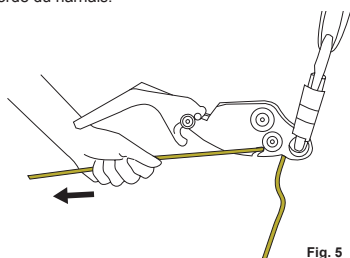

Fig. 5
- Saisissez le mou de la corde en tirant l'extrémité libre de la corde, comme indiqué sur la fig. 5.
Après avoir serré autant que possible la corde entre l'ancrage et la personne à secourir, fig.5, ajustez l'équipement de protection contre les chutes, chargé, pour abaisser la personne jusqu'à ce que tout son poids soit dans le **Smartline X**. Ensuite, l'autre équipement de protection contre les chutes peut être enlevé et la descente peut démarrer.